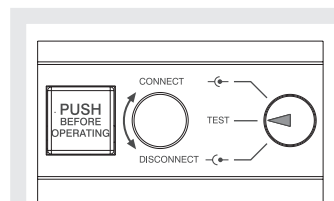

Figure 52
- disjoncteur en position de test (voir Figure 52)